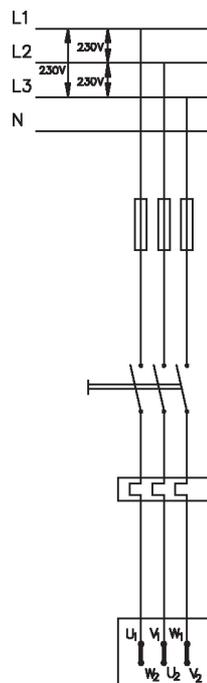
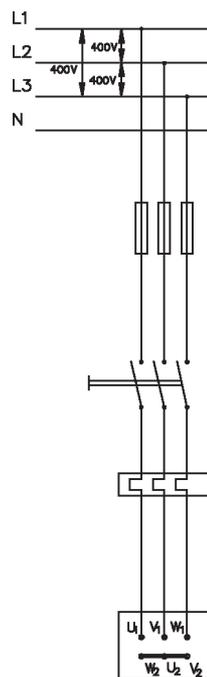

Abbildung 7:
Abbildung 8:
- 230/400 V : Diese Motoren können angeschlossen werden 1. an ein Netz von 230 V zwischen den Fasen. Die Spulen werden dann im Dreieck geschaltet (siehe Abbildung 7). 2. an ein Netz von 400 V zwischen den Fasen. Die Spulen werden dann im Stern geschaltet (siehe Abbildung 8).